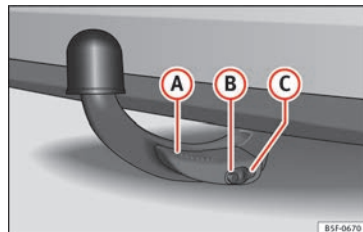

Abb. 215 Ordnungsgemäß befestigter abnehmbarer Kugelkopf
- Der Hebel (A) » Abb. 215 ist vollständig angehoben.
- Der Entriegelungsbolzen (B) » Abb. 215 steht komplett heraus (sein rot-grüner Teil ist sichtbar).
- Die Abdeckung **C** » Abb. 215 sitzt auf dem Schloss.